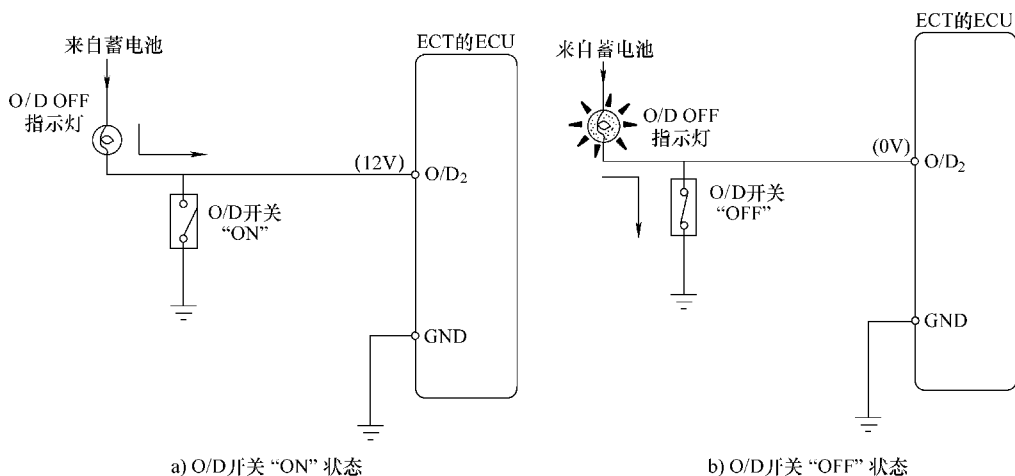

图 6-7 O/D 开关工作原理
(2) O/D 开关原理 O/D 开关的工作原理，如图 6-7 所示。